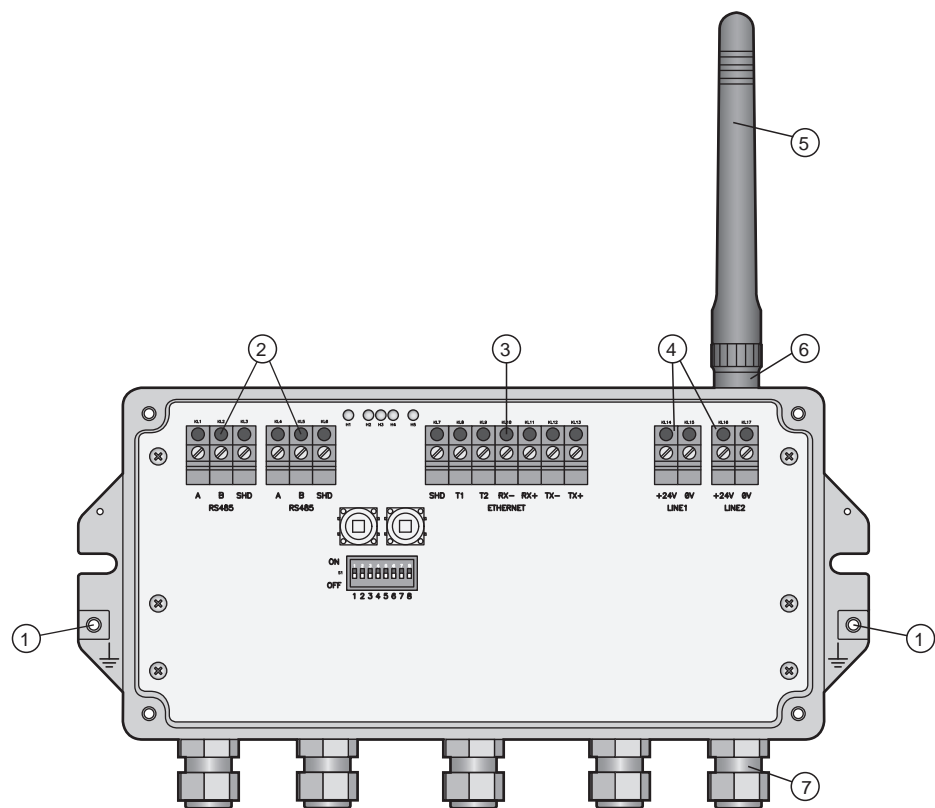

Fig. 5-1: Conexiones e interfaces
- 1 Atornillar firmemente la antena o una antena remota a la terminal de la antena del dispositivo (véase el punto 6 en fig. 5.1 en el capítulo 5.1).
- 4 Conectar los cables de transmisión de 24 VDC con la primera conexión "línea 1" de la fuente de alimentación observando la polaridad (véase fig. 5-1 arriba).